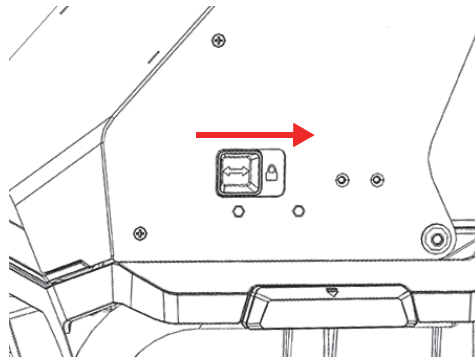

図 B-10 ロック位置にある蓋ロックレバー
1. 蓋ロックレバーを右にスライドさせて、蓋のロックを解除します（121ページの図 B-10 参照）。